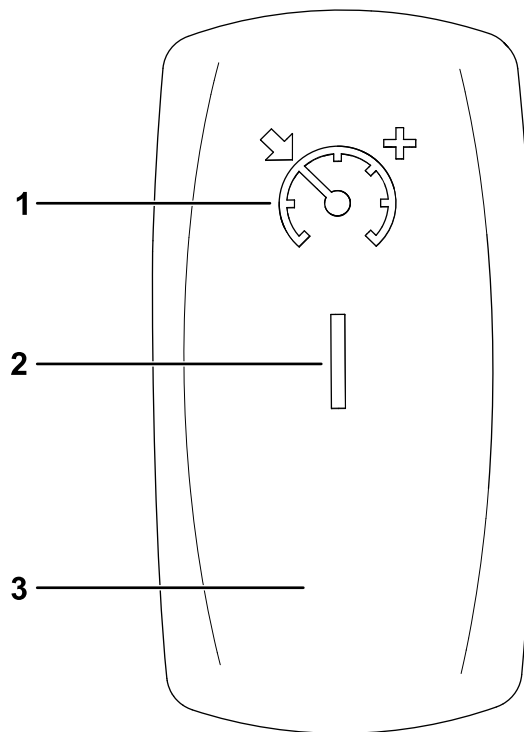

Figura 84
1. Mueva el interruptor del control de crucero a la posición de ACTIVADO (Figura 84).
2. Cuando alcance la velocidad de avance deseada, presione el interruptor del control de crucero hacia arriba para activar/ajustar el control de crucero (Figura 84).
Para aumentar la velocidad del control de crucero, presione el interruptor hacia arriba hasta alcanzar la velocidad deseada (Figura 84).
Para desactivar el control de crucero, presione el interruptor hacia abajo, a la posición de DESACTIVADO (Figura 84).